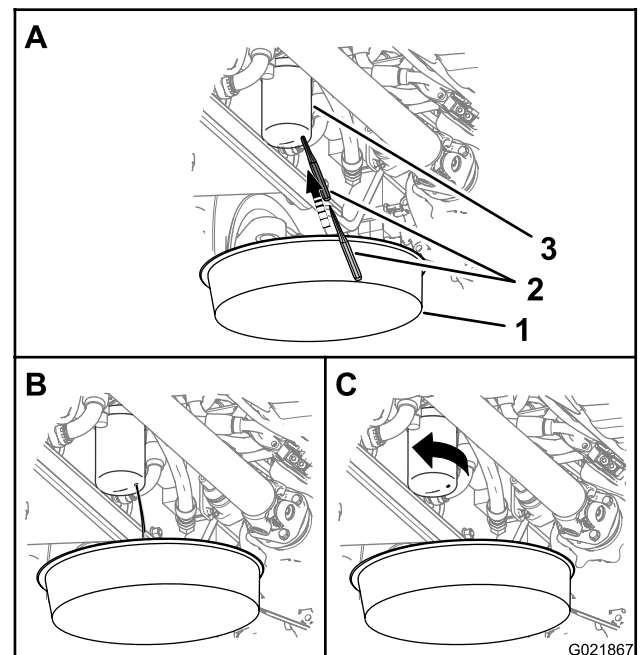

Bild 95
Hinweis: Der Hydraulikdruckfilter ist von der rechten Unterseite der Maschine hinter dem Hydraulikbehälter zugänglich (Bild 95).
- Stellen Sie einen Behälter unter den Hydraulikdruckfilter (Bild 95).
- Stechen Sie in die Unterseite des Hydraulikdruckfilters und lassen Sie restliches Hydrauliköl in den Behälter ablaufen (Bild 95).
- Drehen Sie den Hydraulikdruckfilter nach links und nehmen ihn ab (Bild 95).